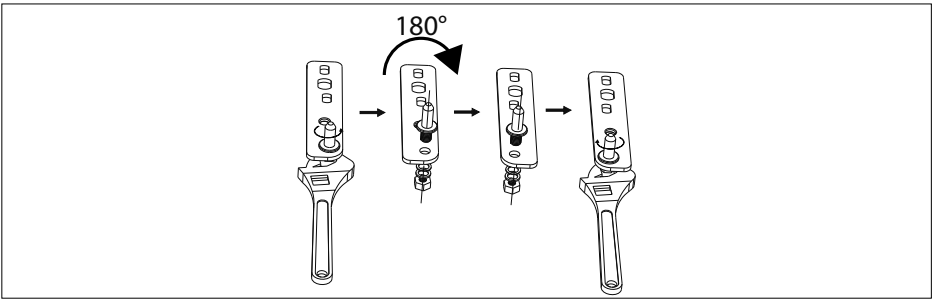

Abb. 7
- ▶ Legen Sie die beiden weißen Unterlegscheiben sowie die Sicherungsscheibe des unteren Scharniers sicher zur Seite. Sie werden benötigt, um die Kühlraumtür (4) wieder zu installieren.
- ▶ Drehen Sie den Zapfen des unteren Scharniers mit einem Schraubenschlüssel (Schlüsselweite 10 mm) heraus und halten Sie dabei mit einem flachen Schraubendreher dagegen, um den Zapfen zu entfernen (siehe **Abb. 7**).